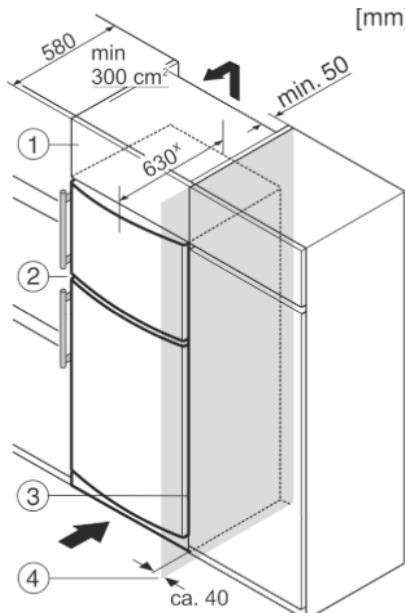

Fig. 9
Устройство может быть окружено кухонными шкафами. Чтобы уравнять устройство Fig. 9 (2) по высоте с кухонной стенкой, можно установить над устройством дополнительный шкафчик Fig. 9 (1).
При комбинировании с кухонными шкафами (глубина макс. 580 мм) устройство можно установить непосредственно рядом с кухонным шкафом Fig. 9 (3). Устройство выступает сбоку на 34 мм^x и по центру на 50 мм^x относительно передней стенки кухонного шкафа.
Если устройство установлено на шарнирах у стены Fig. 9 (4), то расстояние между устройством и стеной должно быть не менее 40 мм. Настолько выступает ручка при открытой дверце.